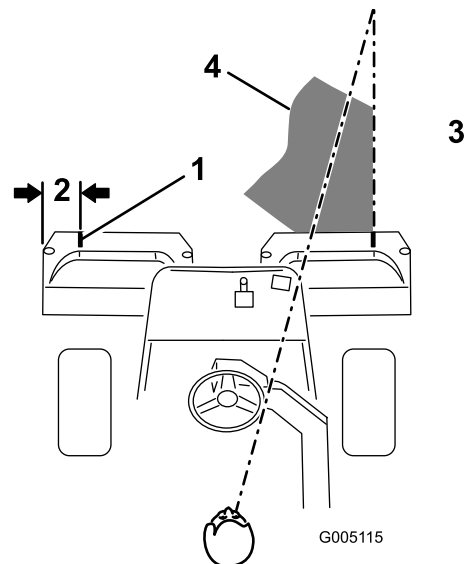

Bild 30
2. Bringen Sie einen Streifen weißes Isolierbands an jedem Korb an, oder zeichnen Sie eine Linie. Das Isolierband bzw. die Linie sollten parallel mit der äußeren Kante jedes Korbs verlaufen (Bild 30).
3. Wenn Sie zurückfahren, sollte der neue Mähgang den ersten ein klein wenig überlappen. Damit Sie in einer möglichst geraden Linie über die Grünfläche fahren können und einen gleichmäßigen Abstand zum zuvor gemähten Rasenstück einhalten können, sollten Sie sich eine imaginäre Sichtlinie ungefähr 1,8 m bis 3 m vor der Maschine bis zum Rand des noch ungemähten Teils der Grünfläche vorstellen (Bild 30 und Bild 31). Manche Leute finden es auch hilfreich, die äußere Kante des Lenkrads in die Sichtlinie mit einzubeziehen, d.h. sie halten das Lenkrad in einer Linie mit einem Punkt, der immer im gleichen Abstand von der Vorderseite der Maschine bleibt (Bild 30 und Bild 31).